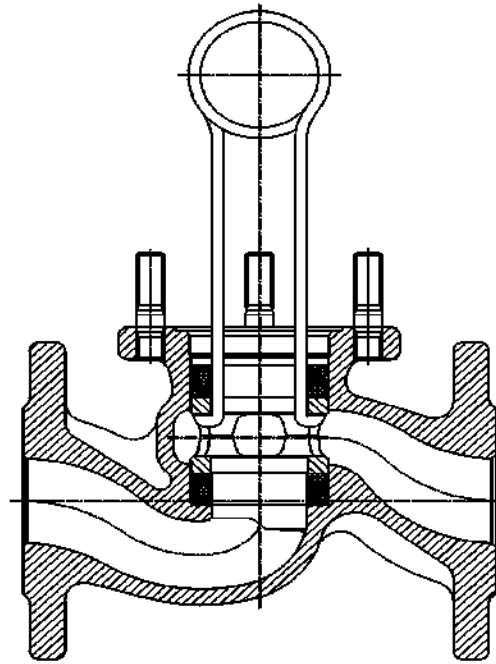

Рис. 2
- Снимите верхнюю клапанную шайбу (поз. 9) и фонарную втулку (Рис. 2*) с помощью съемного приспособления